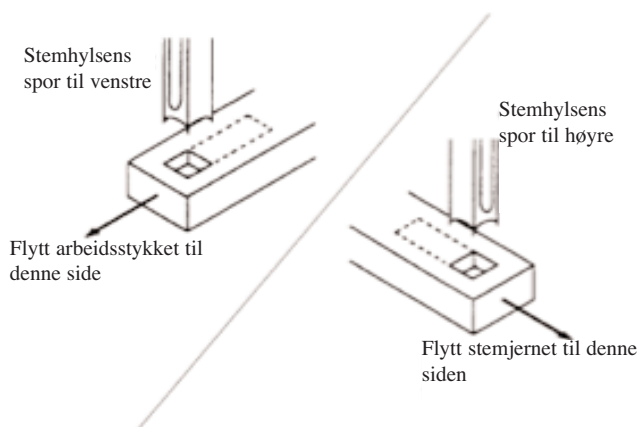

Figur 5
3. Juster bordstopp, figur 5, til stemmingens lengde, trekk så til strammeskrueene.